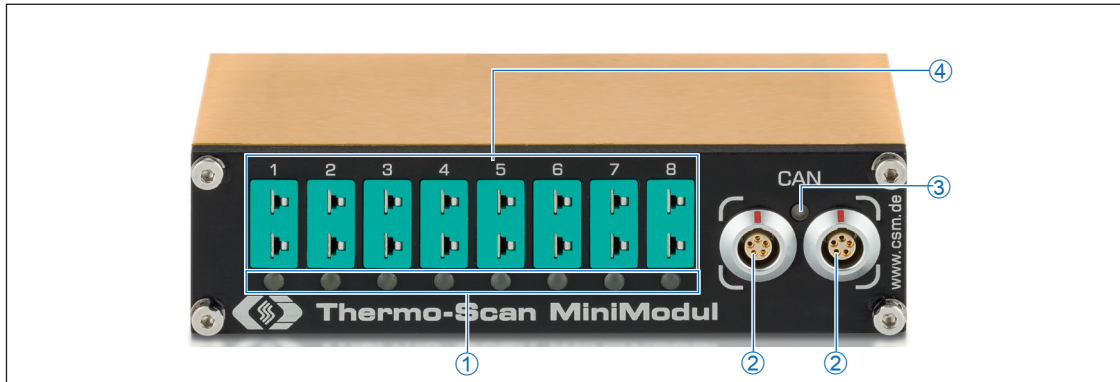

Abb. 3-1: THMM 8 pro, Frontansicht
3 Die Anschlüsse CAN / Spannungsversorgung in Abb. 3-1 sind mit Buchsen vom Typ LEMO 0B, 5-polig ausgestattet. Kunden-spezifische Abweichungen sind möglich. Weitere technische Spezifikationen bleiben davon unberührt.
Die LED (Abb. 3-1, ③) zwischen den beiden CAN-Buchsen liefert Informationen über den Betriebszustand des Messmoduls.
Die Messkanal-LEDs (Abb. 3-1, ①) liefern Informationen zum Status des jeweiligen Messkanals und zur Sensorversorgung. Nur die Modulversionen pro verfügen über Messkanal-LEDs.
Die rechts auf der Frontseite des Gehäuses montierten Buchsen (Abb. 3-1, ②) werden sowohl für die Übertragung der CAN-Signale als auch für die Spannungsversorgung verwendet. Das Interface-Kabel verbindet das Messmodul mit dem Datenerfassungssystem und mit der Spannungsversorgung.